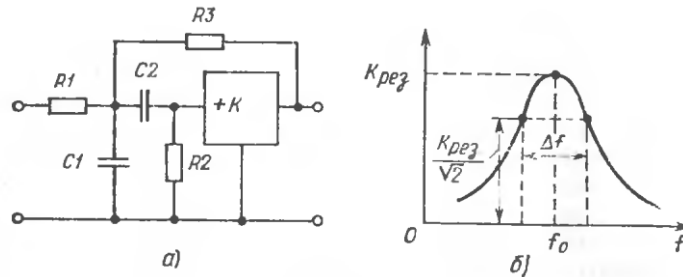

Рис. 2
8. Обоснуйте по схеме рис. 2, что АЧХ такого звена имеет максимум.